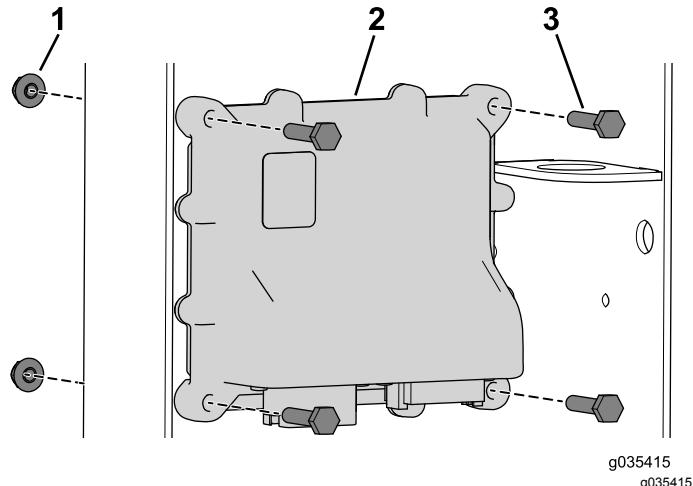

Figura 12
2. Utilize os quatro parafusos (1/4 x 3/4 pol.) e porcas flangeadas para prender o controlador (Figura 12).